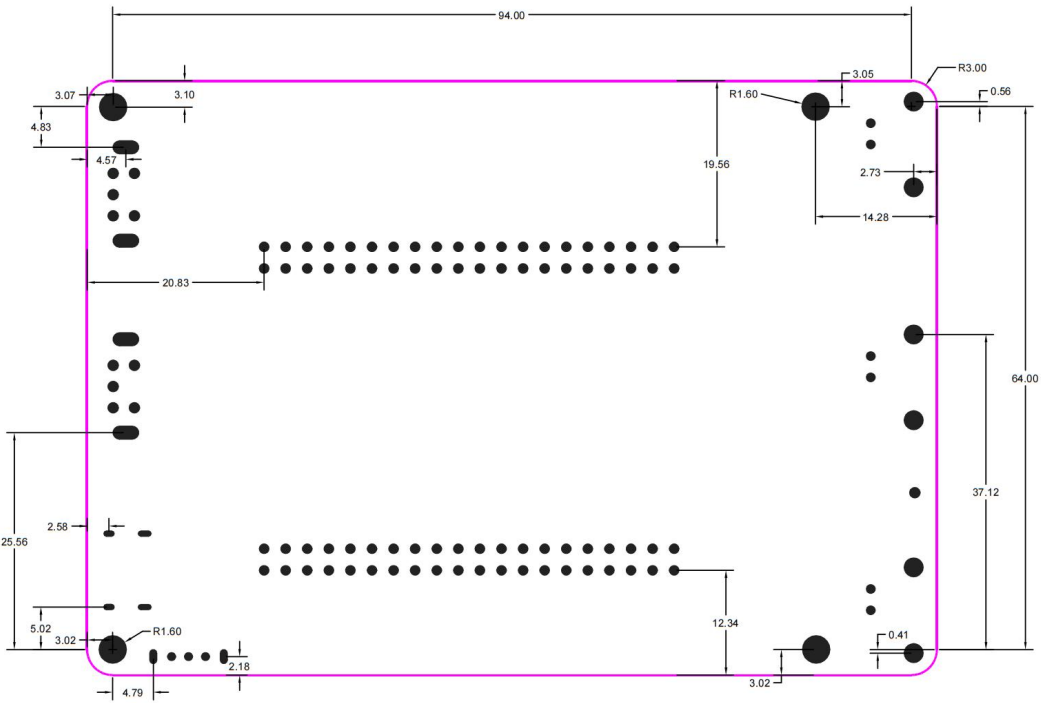

图 4 PCB 结构（单位：mm）
- 3、所有插座和电位器需要放置在 PCB 板边和顶层；其他插件器件要求放置在顶层，有位置要求的器件和螺丝孔布局详见 PCB 结构文件如图 4 所示。